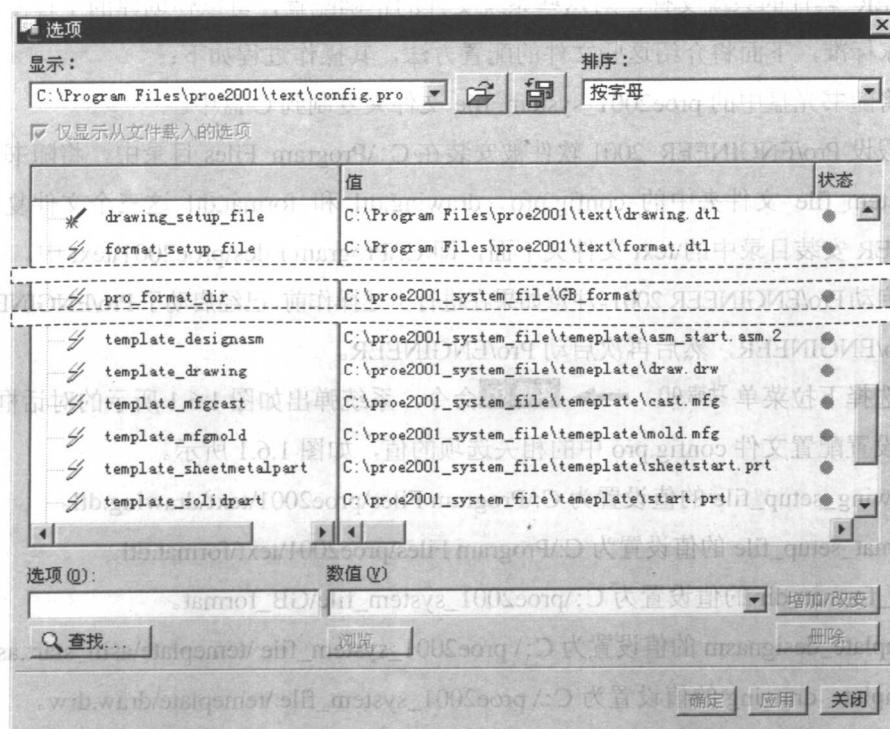

图 1.6.1 “选项”对话框
Step4. 选择下拉菜单 **功能** → **选项** 命令，系统弹出如图 1.6.1 所示的对话框。
Step5. 设置配置文件 config.pro 中的相关选项的值，如图 1.6.1 所示。
(1) drawing\_setup\_file 的值设置为 C:\Program Files\proe2001\text\drawing.dtl。
(2) format\_setup\_file 的值设置为 C:\Program Files\proe2001\text\format.dtl。
(3) pro\_format\_dir 的值设置为 C:\proe2001\_system\_file\GB\_format。
(4) template\_designasm 的值设置为 C:\proe2001\_system\_file\template\asm\_start.asm。
(5) template\_drawing 的值设置为 C:\proe2001\_system\_file\template\draw.drw。
(6) template\_mfgcast 的值设置为 C:\proe2001\_system\_file\template\cast.mfg。
(7) template\_mfgmold 的值设置为 C:\proe2001\_system\_file\template\mold.mfg。
(8) template\_sheetmetalpart 的值设置为 C:\proe2001\_system\_file\template\sheetsstart.prt。
(9) template\_solidpart 的值设置为 C:\proe2001\_system\_file\template\start.prt。
① 在如图 1.6.1 所示的“选项”对话框中，先在对话框中部的选项列表中找到并单击选项 drawing\_setup\_file。